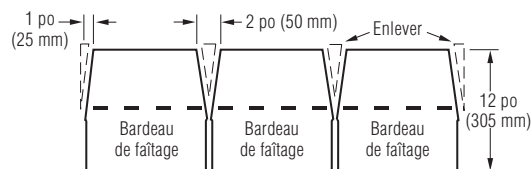

Figure 10-19 : Enlevez les languettes, puis coupez les bardeaux pour fabriquer les bardeaux de faîtage (dimensions impériales présentées).
- Pour fabriquer les pièces de couronnement, découpez des bardeaux entiers à la ligne de jonction des languettes. Découpez ensuite les bardeaux de la façon illustrée à la Figure 10-19.